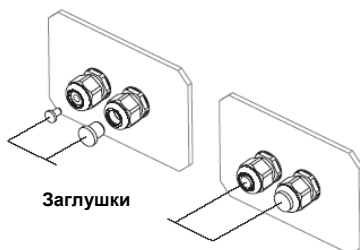

Рис. 6. Заглушки для уплотнения кабелей.
1. См. Рис. 6. Убедитесь, что для уплотнения, которое необходимо закрыть, используется заглушка нужного размера (правильно подобранная заглушка свободно скользит в уплотнении, когда ослаблена зажимная гайка F).